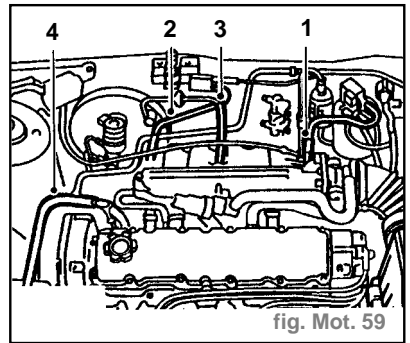

fig. Mot. 59
- Dégager le câble d'accélérateur de la came de papillon (2).
- Dégager l'attache (1) maintenant le tuyau à dépression de boîte de contrôle d'évaporation sur le collecteur d'admission et débrancher le tuyau (fig. Mot. 59).
- Débrancher le tuyau à dépression d'ECM du collecteur d'admission (2).
- Appuyer sur la bague en plastique du connecteur rapide et débrancher le flexible à dépression de servofrein du collecteur d'admission (3).